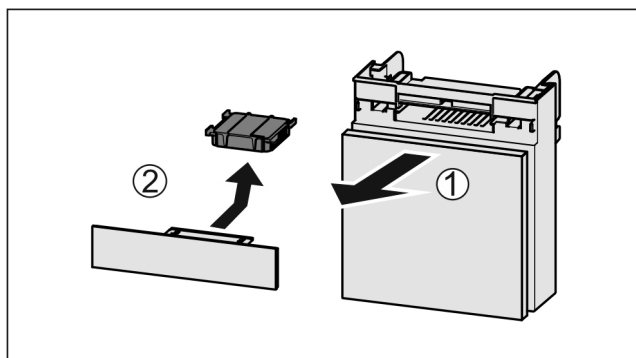

Fig. 122
- ▶ Estrarre il vano tirando in avanti Fig. 122 (1).
- ▶ Rimuovere il filtro a carboni attivi Fig. 122 (2).